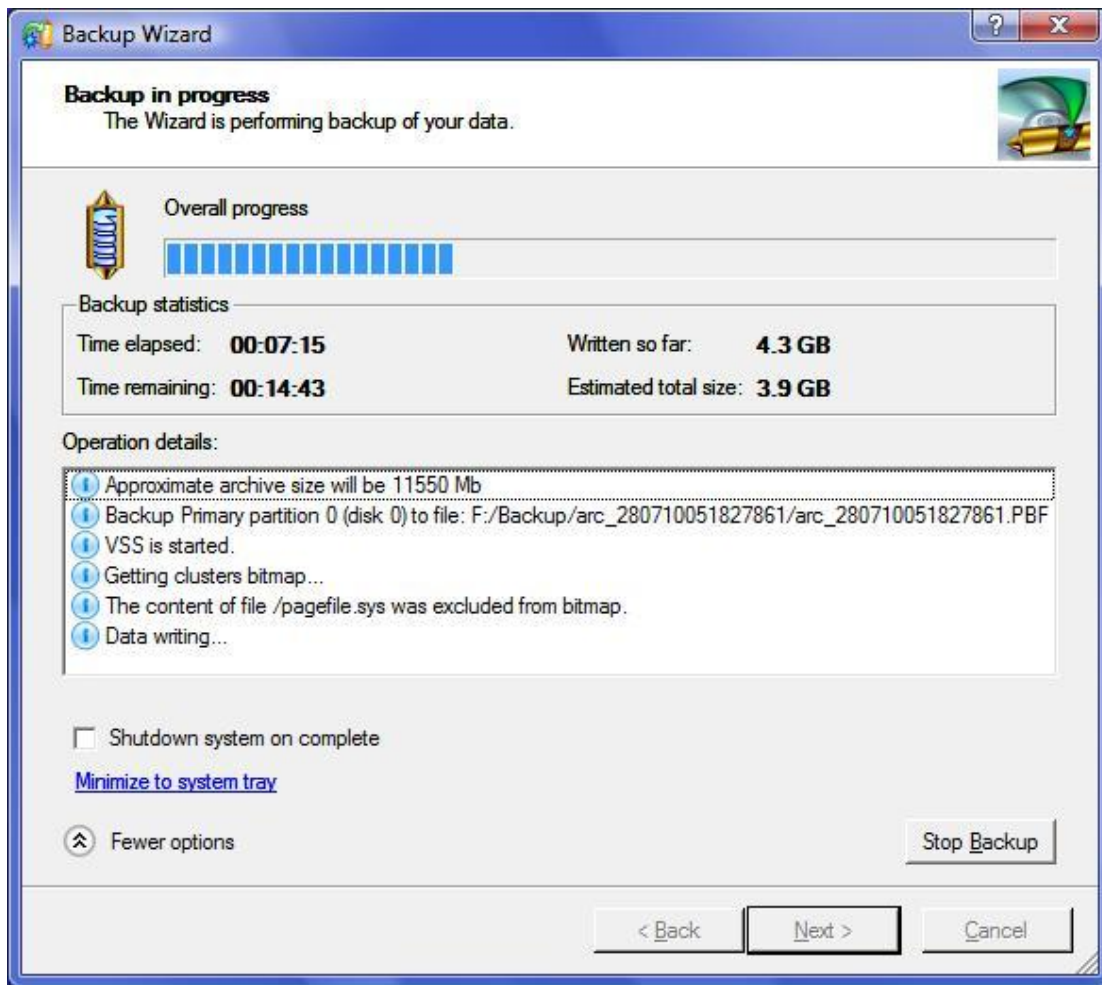

图 43
(A) Backup and Restore: 备份和还原文件、目录、硬盘分区或整个硬盘，如图 43 所示。